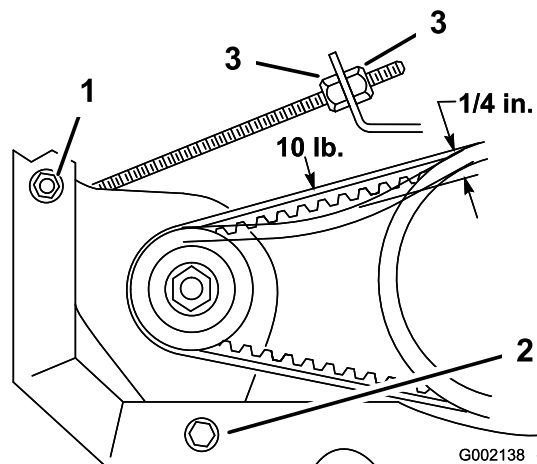

Figura 53
2. Allentate il bullone di rotazione del generatore di avviamento (Figura 53).
3. Inserite un piede di porco tra l'incastellatura del motore e il motorino di avviamento. Allentate il dado sul bullone a testa tonda di regolazione (Figura 53).
5. Serrate il dado del bullone a testa tonda e rimuovete il piede di porco. Serrate il bullone di rotazione del generatore di avviamento (Figura 53).